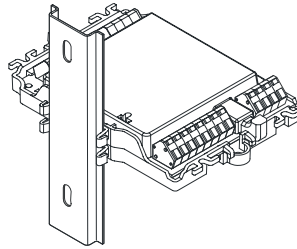

Рис. 1
- На монтажную рейку (рис. 1)
2. Прижмите модуль ввода/вывода и монтажные кронштейны к рейке, так чтобы защелкнулись кронштейны (рис. 1).